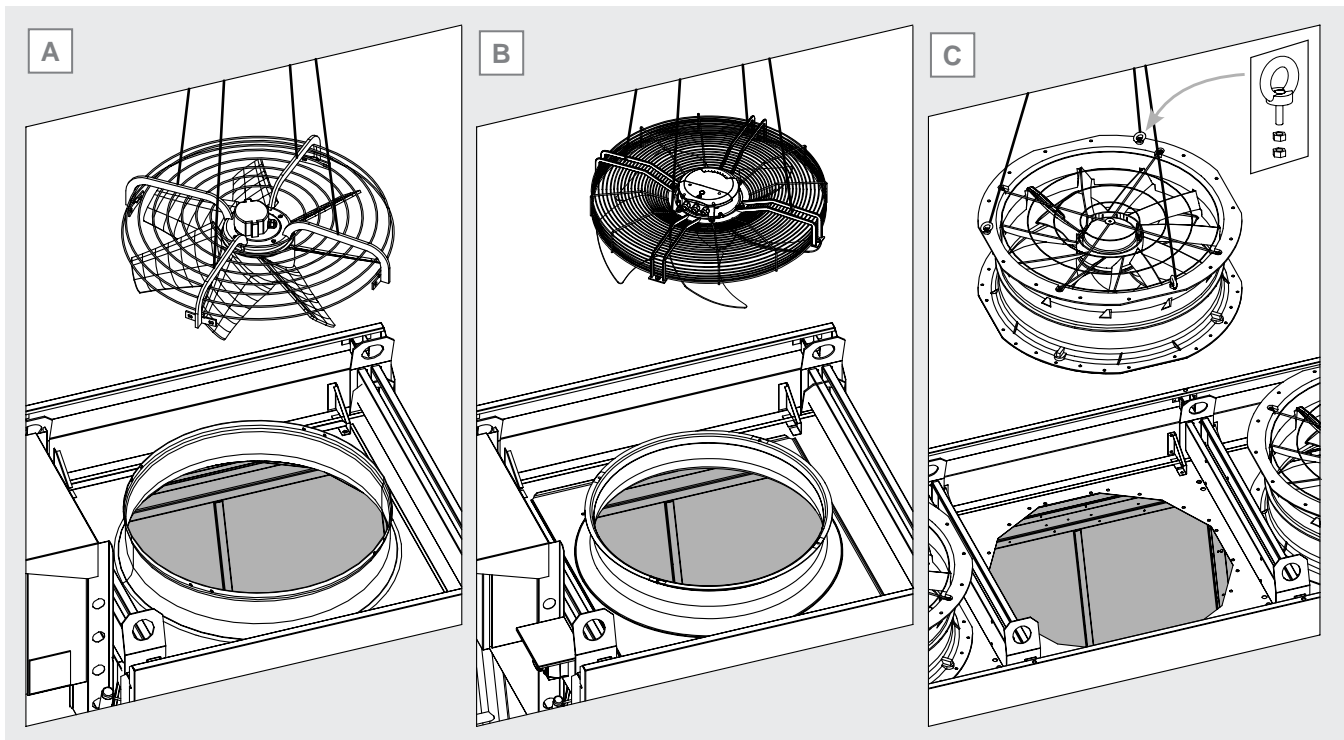

Figure 37
- Ventilateur à fixation radiale et plane : fixer des crochets ou des sangles de levage aux bras de la grille du ventilateur. Voir la Figure 37 A et B.
- Ventilateur motorisé avec buse intégrée : fixer au moins 3 anneaux de levage avec écrou et contre-écrou à la bride supérieure du ventilateur motorisé. Les anneaux doivent être répartis uniformément (par exemple, 120° pour 3 anneaux). Fixer des crochets ou des sangles aux anneaux de levage. Voir la Figure 37 C.